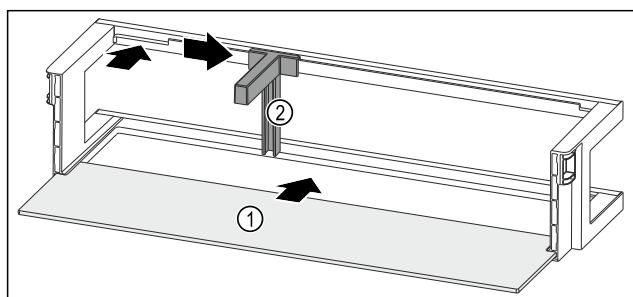

Fig. 125 Polica u vratima s policom za odlaganje
- Policu za odlaganje Fig. 125 (1) gurnite u bočne otvore.
- Držać za boce Fig. 125 (2) umetnite u otvor.
- Držać za boce Fig. 125 (2) pogurnite u željeni položaj na stranu.